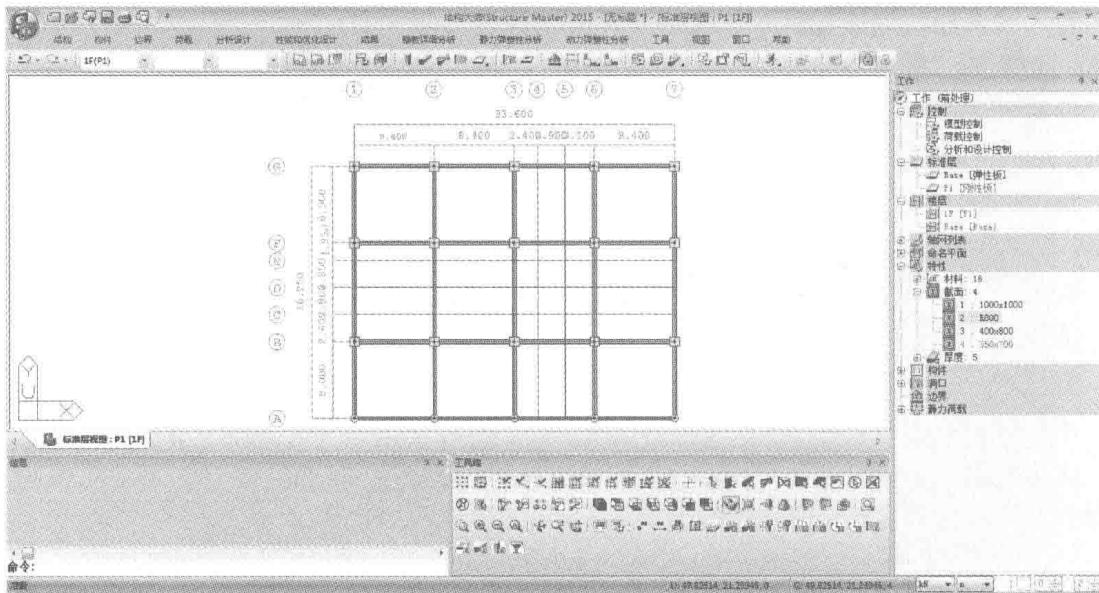

图 2.2-9 梁构件的布置
2. 单击【构件>建立构件>梁】，弹出建立构件对话框，选择构件类型：梁，截面：3 : 400×800，端部铰：两端刚接，布置方式：轴。分别单击轴线①，②，③，⑥，⑦和⑧，⑨，⑩，⑪轴，布置框架梁。如图 2.2-9 所示。